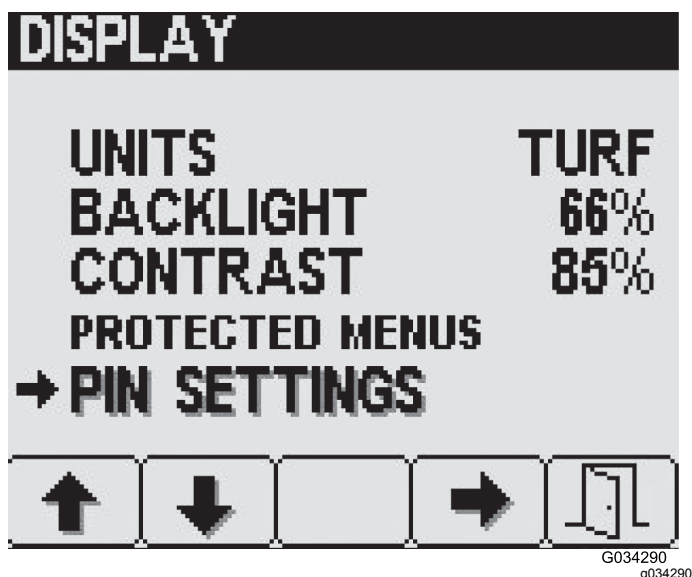

Figura 23
1. Premete il pulsante 1 o 2 sulla schermata DISPLAY per navigare fino all'opzione IMPOSTAZIONI PIN (Figura 23).
2. Premete il pulsante 4 per selezionare il sottomenu IMPOSTAZIONI PIN (Figura 23).